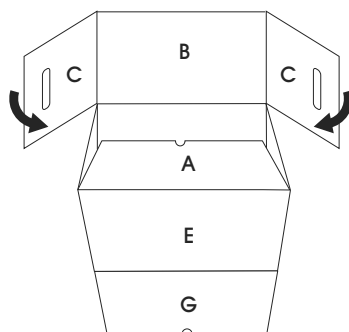

Figure 4
4. Pliez les rabats latéraux gauche et droite (C) vers le panneau extérieur du bas (B). (Voir Figure 4)